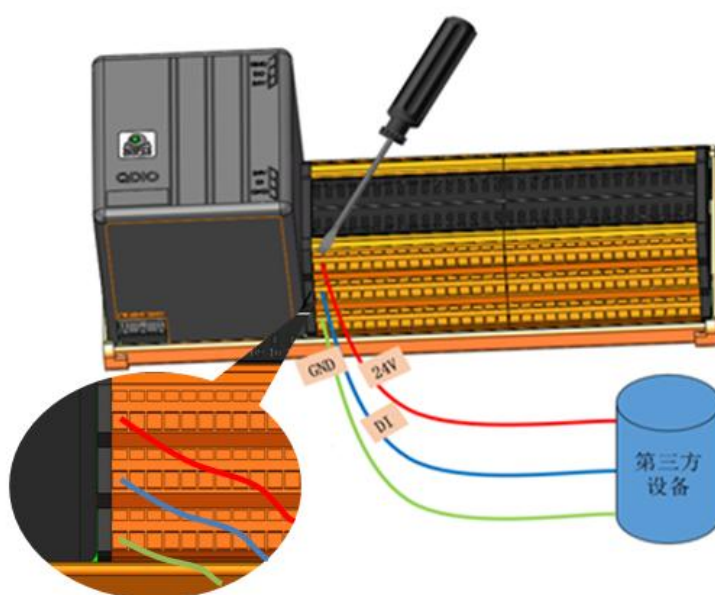

图 3-3 安装模组型 IO 信号线
3. 按照相同的方法安装其它输入输出信号线，如（图 3-3）所示：